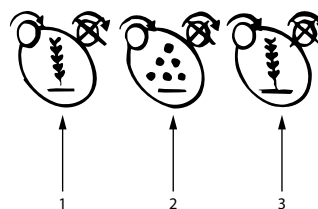

Рис. 9.12
4. Нажмите кнопку 2 (см. “Рис. 9.12”), чтобы отключить шнек удобрений.